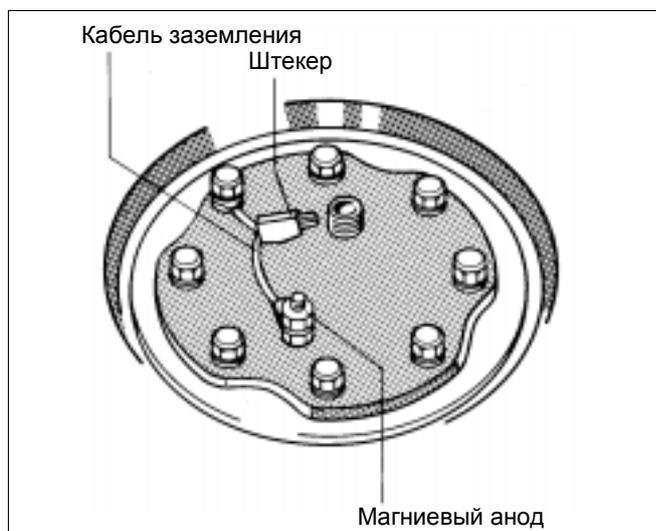

Рис. 6 Принципиальная схема
- Проверьте, правильно ли вставлен магний анод, есть ли электрическое соединение между анодом и бойлером, т.е. подсоединен ли кабель заземления (рис. 6).
- Перекрыть подачу холодной воды, открыть слив (EL). Для удаления воздуха открыть вышерасположенный водоразборный кран.
- Заново уплотнить магниевый анод (рис. 6 и 10).